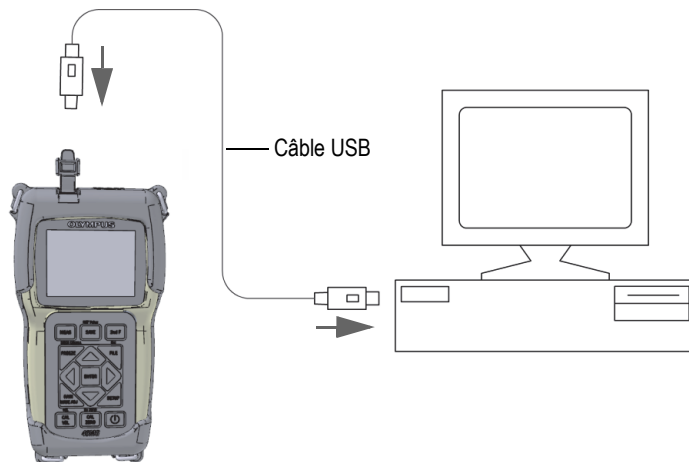

Figure 11-1 Connexion du 45MG à un ordinateur
4. Connectez une extrémité du câble USB au connecteur USB client situé sur le dessus du 45MG, et l'autre extrémité au port USB de l'ordinateur (voir la Figure 11-1 à la page 210).